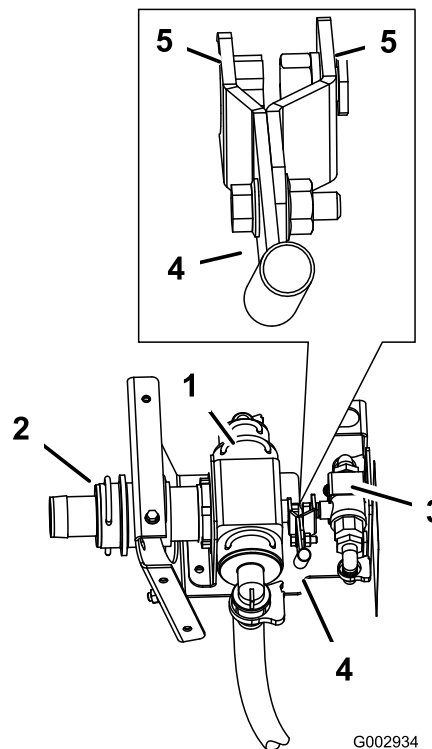

Bild 35
- Schließen Sie das Ende des Hebels an das kleine Kugelventil am Steuerventil an (Bild 35).